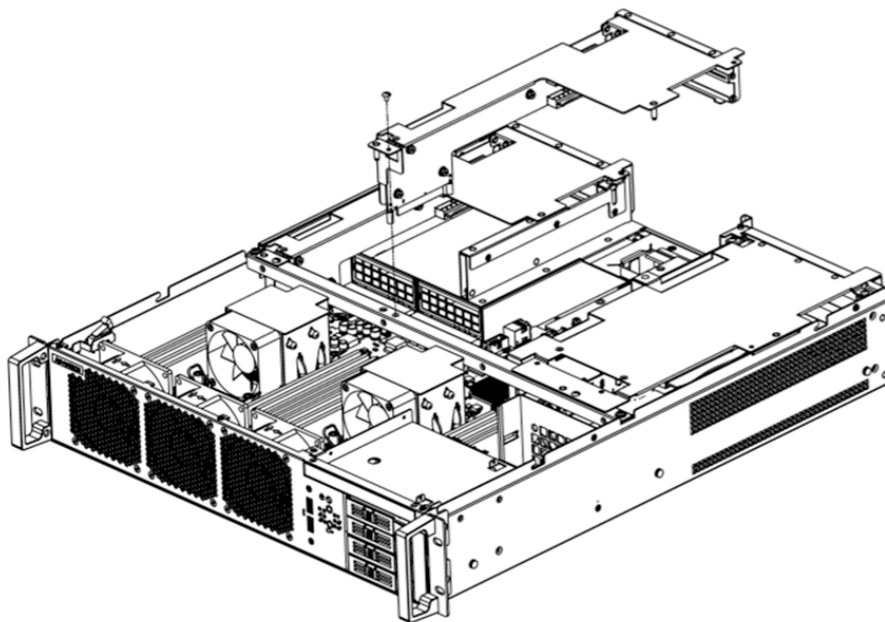

Figure 2.18 Removing Riser Cage-2 brackets/ 移除RISER CAG-2E铁件/ 移除RISER CAGE-2 铁件
2. Lift riser cage-2 brackets up (see Figure 2.18).
2. 将 Riser Cage-2 铁件向上抬起（如图 2.18 所示）
2. 将 Riser Cage-2 铁件向上抬起（如图 2.18 所示）。